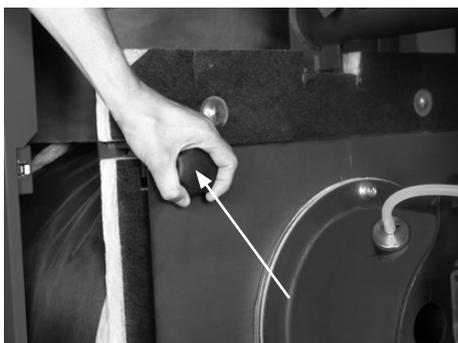

Bild 10
10. Brennkammertür öffnen (2 Sterngriffe BioLyt (50), 4 Sterngriffe BioLyt (70,75) Bild 10). Versichern Sie sich, dass alle Teile genügend abgekühlt sind! Tragen Sie Schutzhandschuhe.